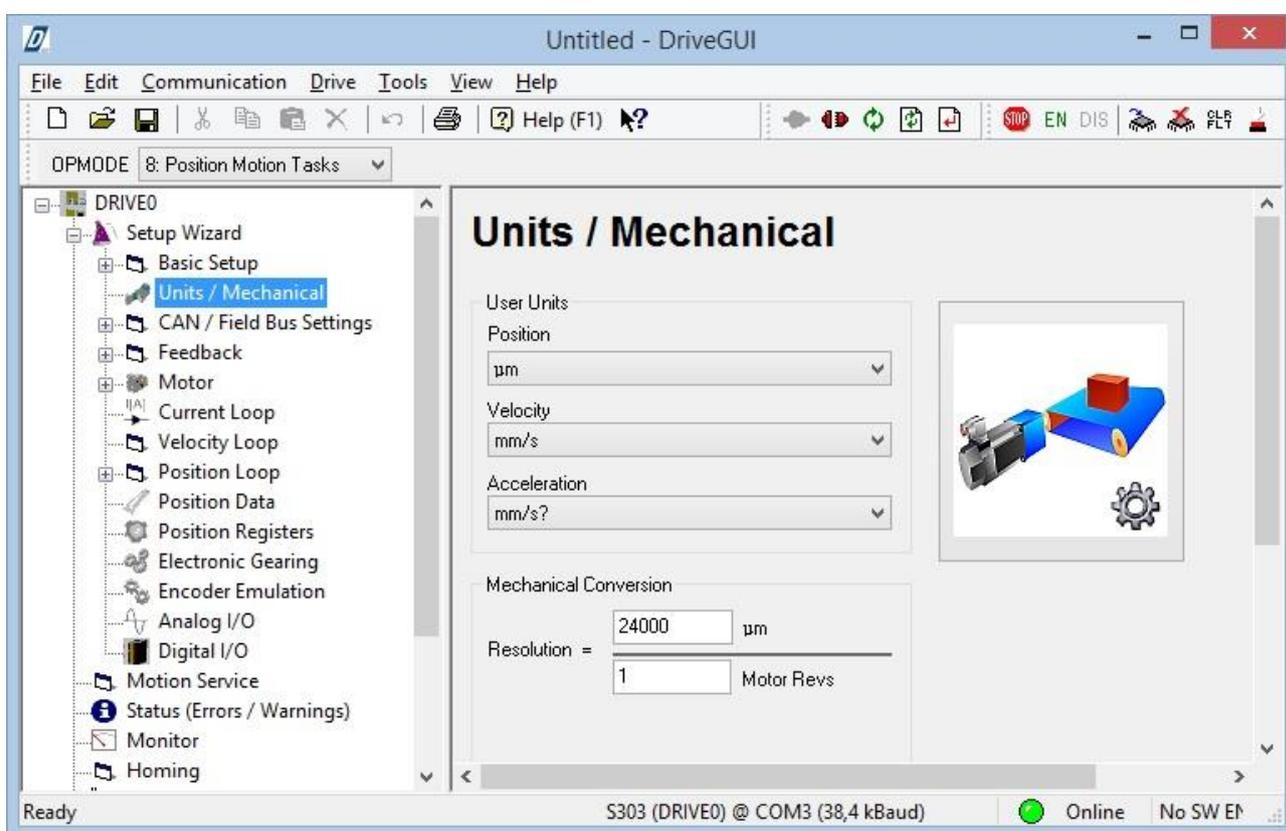

Рис. 9. Пункт меню Units/Mechanical
3. В появившемся окне «Units/Mechanical» предлагается задать единицы измерения положения, скорости и ускорения двигателя. Значения по умолчанию (положение измеряется в мкм, скорость – в мм/с, ускорение – в мм/с2) вполне подходят для выполнения лабораторных работ. Важным параметром линейного двигателя является «Resolution» («Разрешение») – соответствие линейного перемещения на один (или более) «оборот(ов)» магнитного поля. Для линейного двигателя, установленного на стенде, один «оборот» соответствует длине пары полюсов 24 мм = 24000 мкм, рис. 9.